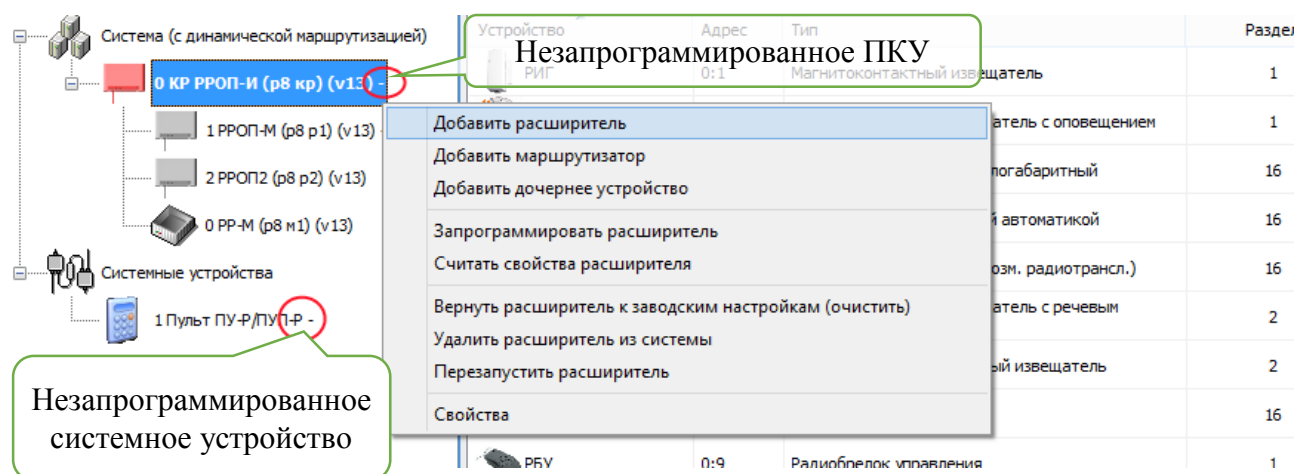

Рис. 93
- 3) Выбрать в окне топологии, которое находится на вкладке "Конфигурирование" ПКУ, подлежащий программированию. Кликнуть правым кликом мыши по ПКУ и в выпадающем меню выбрать пункт "Запрограммировать расширитель" (см. Рис. 93), или "Запрограммировать маршрутизатор", в зависимости от типа устройства.
- 1) Если выводится надпись: "Расширитель принадлежит другой системе", следует предварительно очистить расширитель - пункт "вернуть к заводским настройкам (очистить)", Рис. 93.